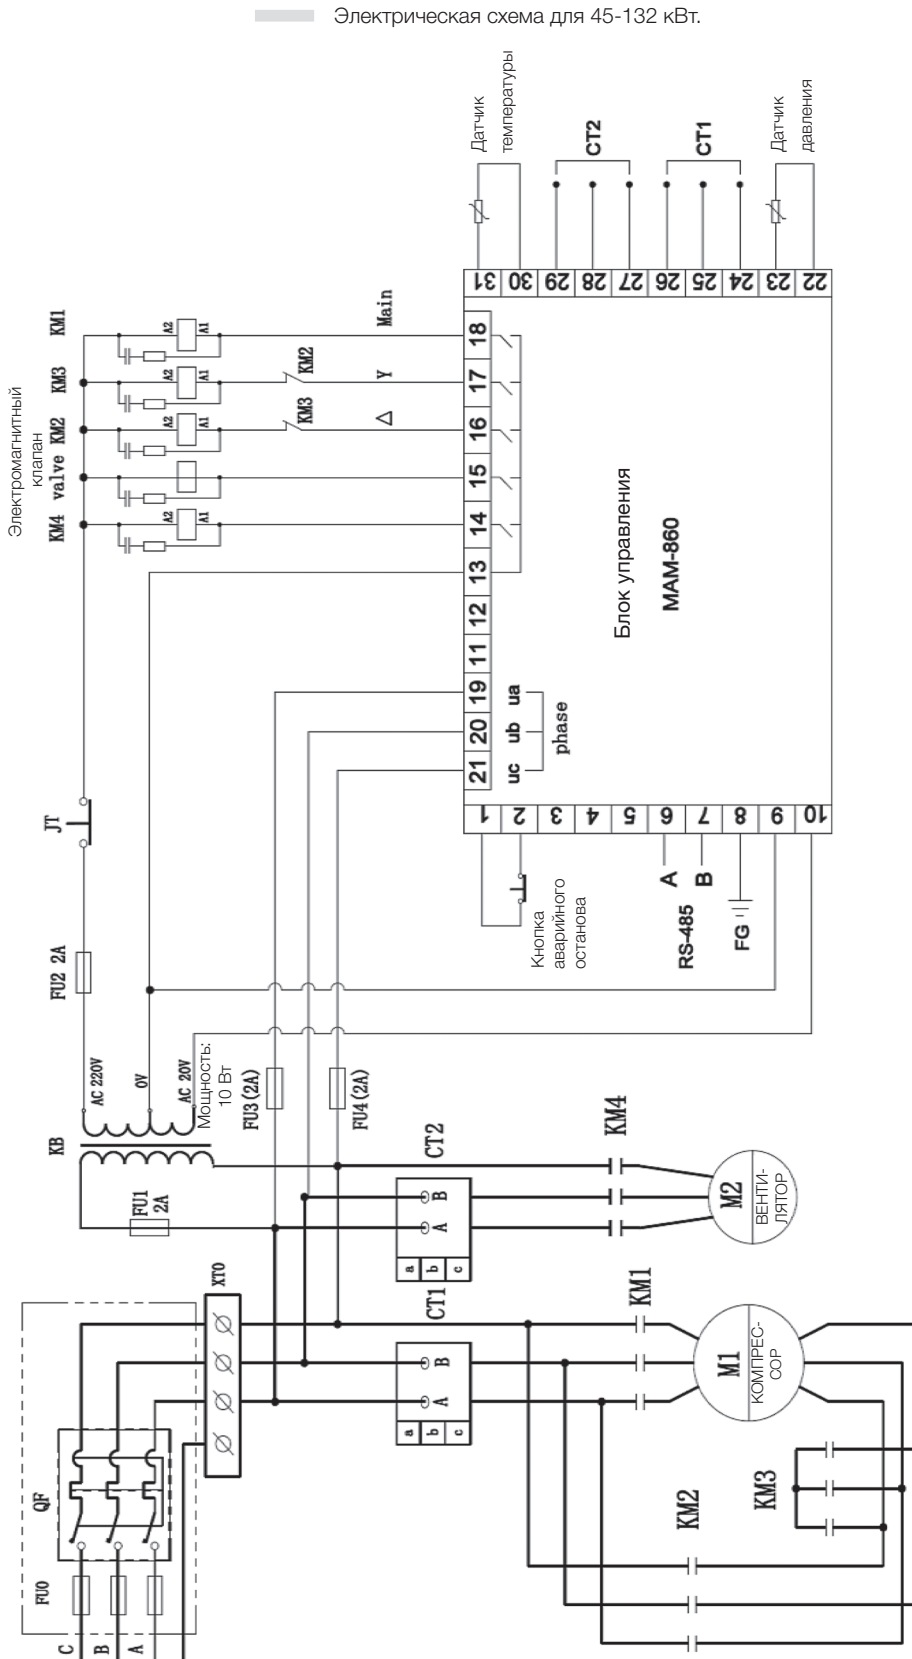

Рис. 3.4 Электрическая схема компрессора серии MD и панелью управления Comson 200
- Электрическая схема показана на рис. 3-4.